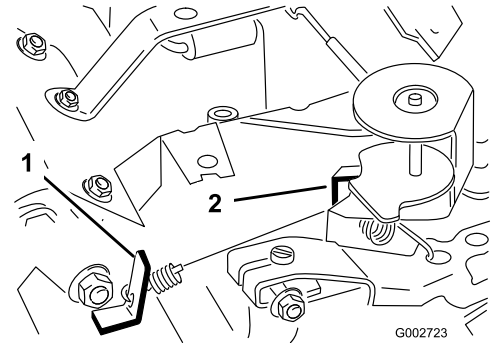

Bild 38
3. Biegen Sie den Anker-Federmitnehmer (Bild 38), um eine Leerlaufgeschwindigkeit von 1725 ± 50 U/min zu erzielen. Prüfen Sie die Motordrehzahl mit einem Drehzahlmesser.
5. Stellen Sie den Gasbedienungshebel auf „Schnell“. Biegen Sie den Federankermitnehmer in der Vollgaseinstellung (Bild 38), bis Sie eine Vollgasdrehzahl von 3400 ± 50 U/min realisieren.